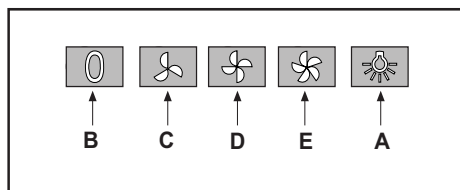

Fig.13
• **COMMANDES:** (Fig.13) **Mécaniques** les symboles sont les suivants: